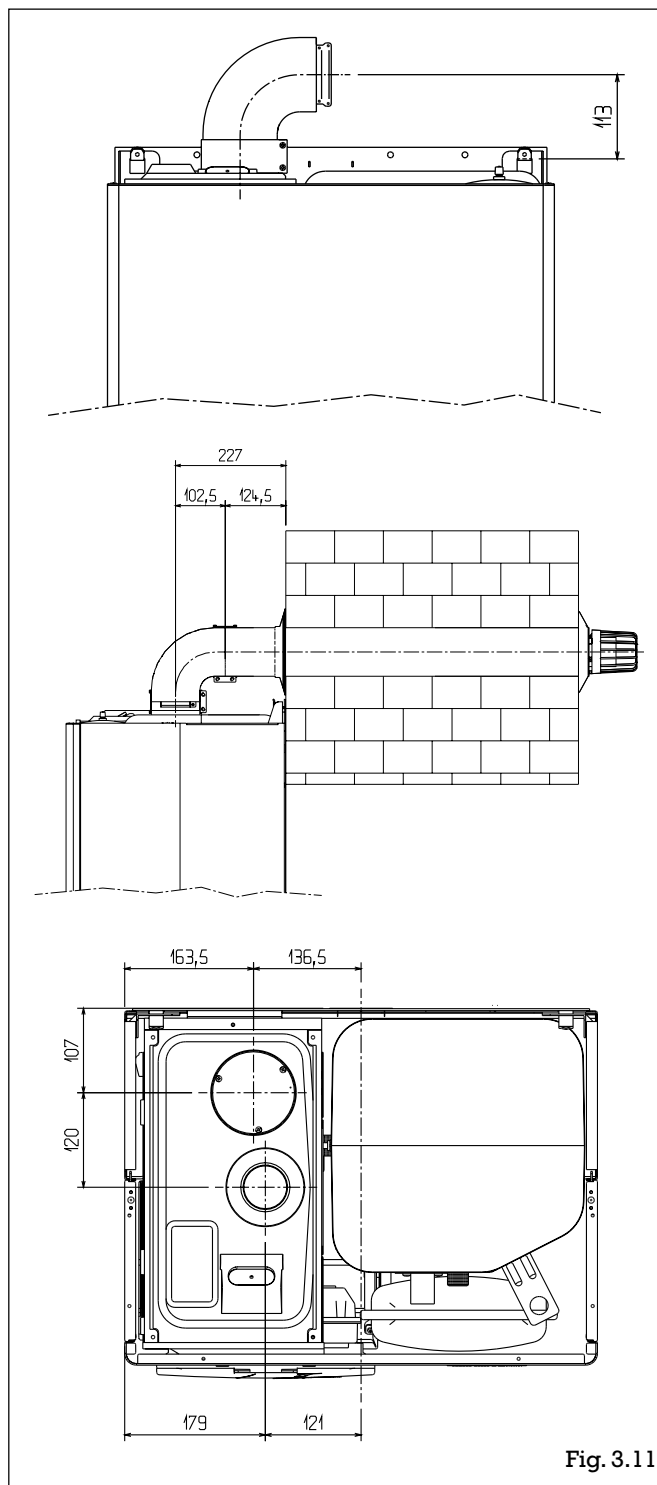

Fig. 3.11
- déterminer l'emplacement de la sortie ventouse par rapport à la chaudière (fig. 3.11);